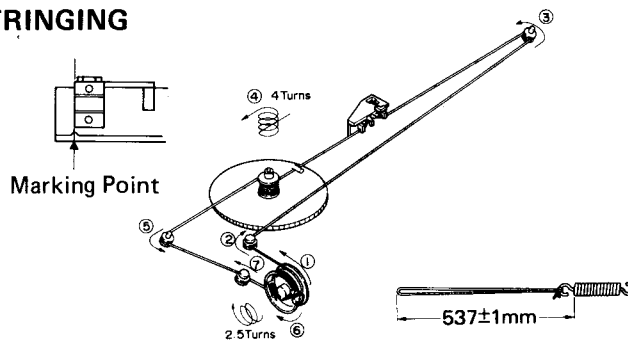

Figure 12-1
1. Turn the drum fully counter clockwise and stretch the thread in the numerical order — as shown in Figure 12-1.
1. Die Skalenschnurtrommel voll entgegen dem Uhrzeigersinn drehen, und die Skalenschnur in der Nummernreihenfolge aufsetzen wie in Abbildung 12-1 gezeigt.
1. Tourner le tambour entièrement à gauche et tirer son fil, recouvrir ses pièces dans l'ordre numérique comme le montre la Figure 12-1.